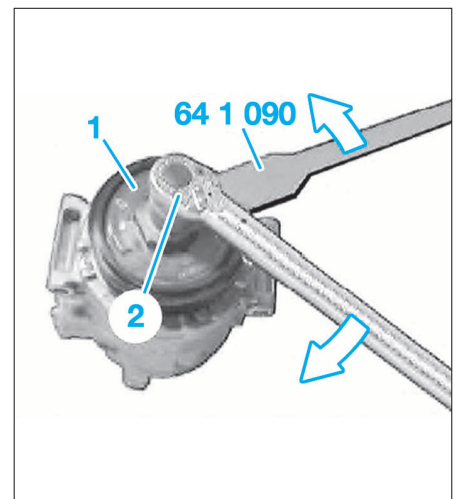

FIG. 31
- Fixer le plateau d'entraînement (1) avec l'outil 64 1 090 (contre-appui pour la dépose du plateau d'entraînement) (Fig.31).
- Bloquer l'arbre d'entraînement avec une clé à douille et un cliquet réversible (2).